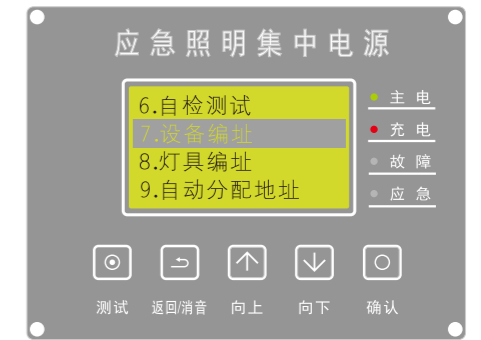

图5.11
(8)、设备编址:在主屏时,按【确认】键进入菜单,按【向上/向下】选择【设备编址】(如图5.11)按确认键进入。